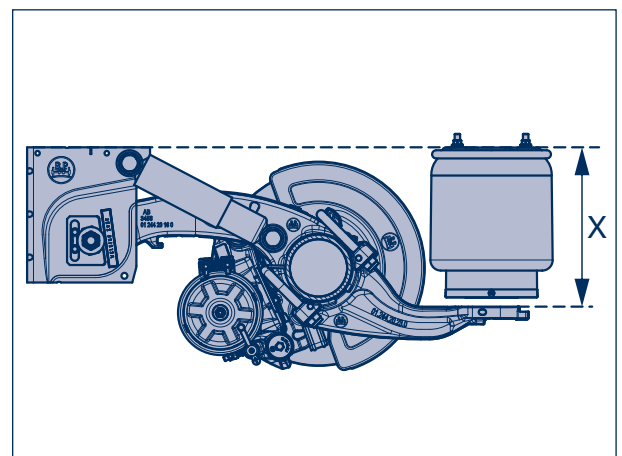

Рисунок 12
- [19] Измерить расстояние X (рисунок 12). Оно должно соответствовать зафиксированному значению из рабочего шага [2]. Допуск +/- 1 мм.